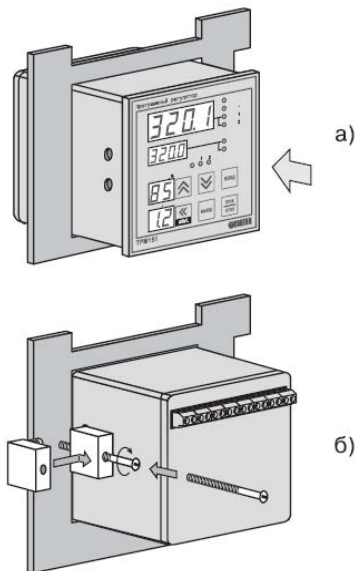

Рис. 7.2 – Установка прибора щитового крепления
1. Вставьте прибор в специально подготовленное отверстие на лицевой панели щита (см. Приложение А и рисунок 7.2, а).
2. Вставьте фиксаторы из комплекта поставки в отверстия на боковых стенках прибора (рисунок 7.2, б).